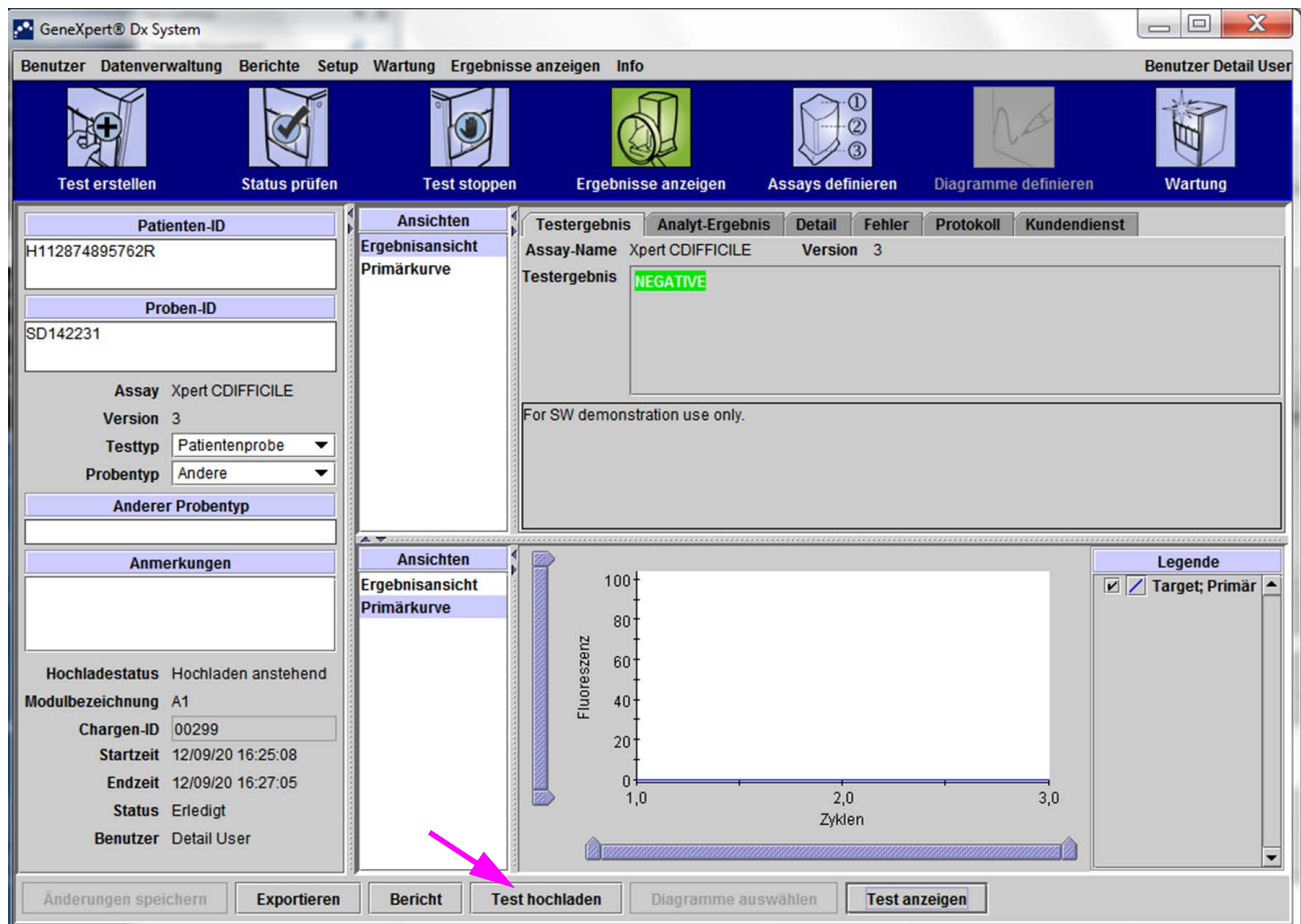
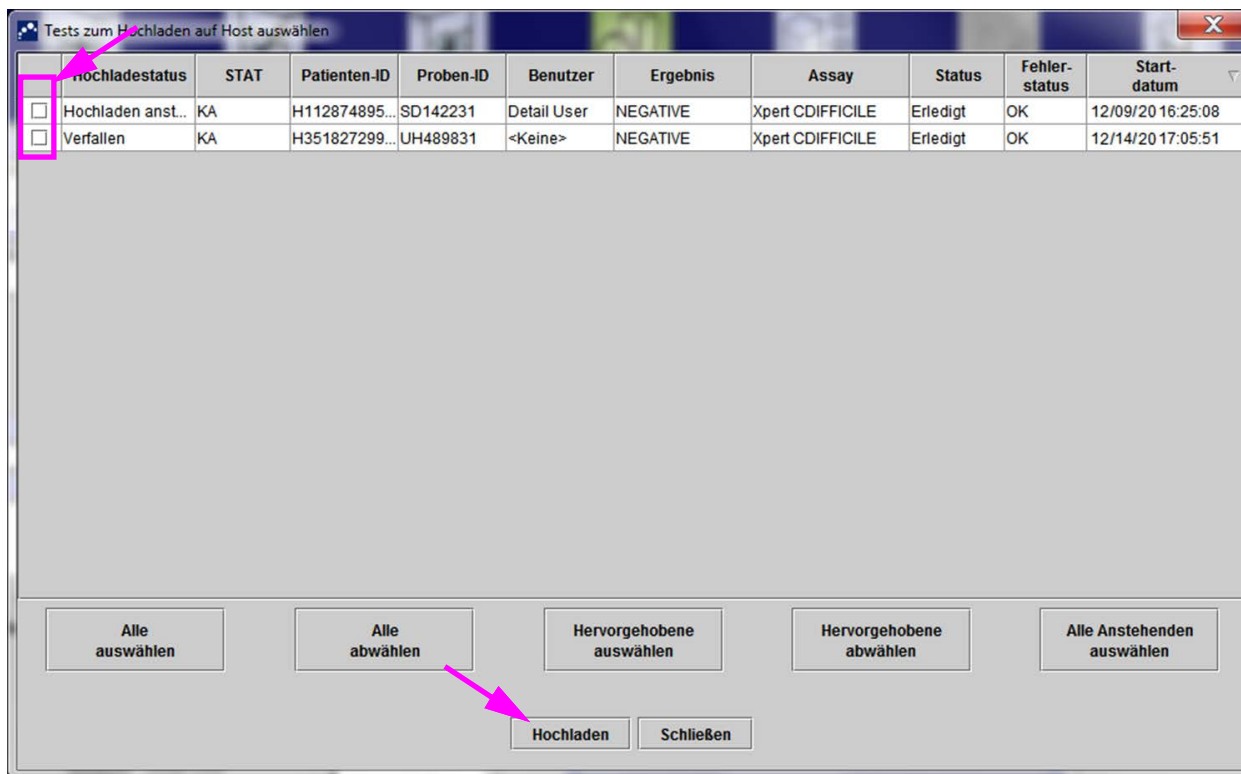

Abbildung 5-99. Anzeige des Host-Hochladestatus im Bereich „Test-Informationen“ des Fensters „Ergebnisse anzeigen“
Abbildung 5-100. Fenster „Tests zum Hochladen auf Host auswählen“
Nach Abschluss des Tests wird das Ergebnis automatisch hochgeladen. Der Status des Hochladens wird im Bereich „Test-Informationen“ des Fensters „Ergebnisse anzeigen“ angezeigt. Siehe Abbildung 5-99.
2. Klicken Sie auf **Test hochladen** im Fenster „Ergebnisse anzeigen“ (vgl. Abbildung 5-99). Daraufhin wird das Fenster „Tests zum Hochladen auf Host auswählen“ angezeigt, das alle abgeschlossenen Tests auflistet. Siehe Abbildung 5-100.